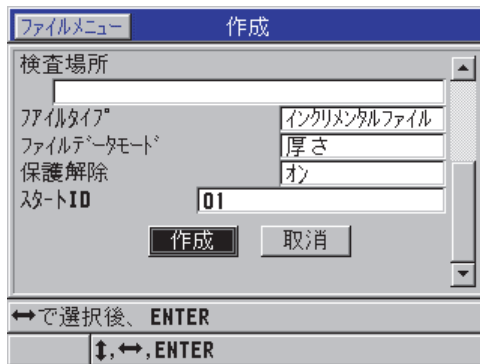

図 6-18 インクリメンタルファイルタイプのための作成画面
2. 作成画面で、以下の操作を行います（108 ページの図 6-18 を参照）。